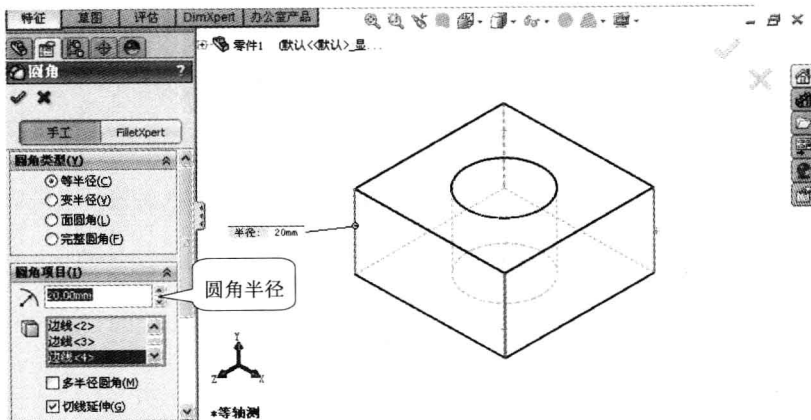

图 1-16 设置圆角半径、选择圆角边
(1) 单击视图（前导）工具栏中“显示样式”图标下的“隐藏线可见”图标，将零件变为线框显示。
(2) 单击特征工具栏上的“圆角”图标，将圆角项目下的半径值改为 20，依次选择长方体的四个棱边，如图 1-16 所示。